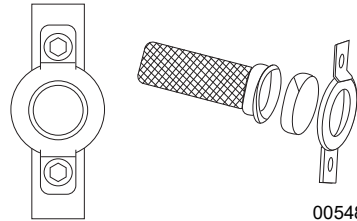

Figure 4-6. Écran du pare-étincelles
1. Se reporter à la **Figure 4-6**. Retirez la bride afin de pouvoir retirer la bague d'arrêt.